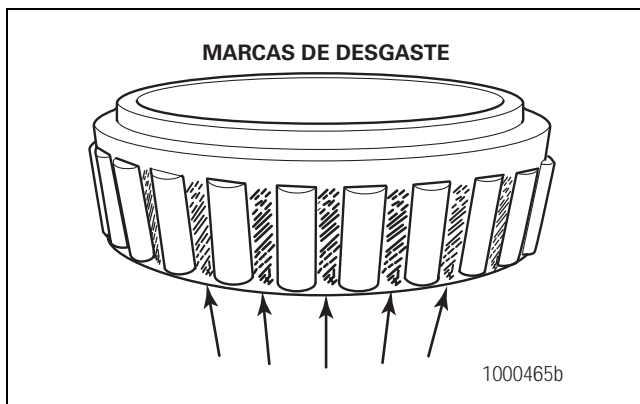

Figura 5.3
- Hay marcas brillantes de desgaste en la superficie exterior de la jaula del rodillo. Figura 5.3.